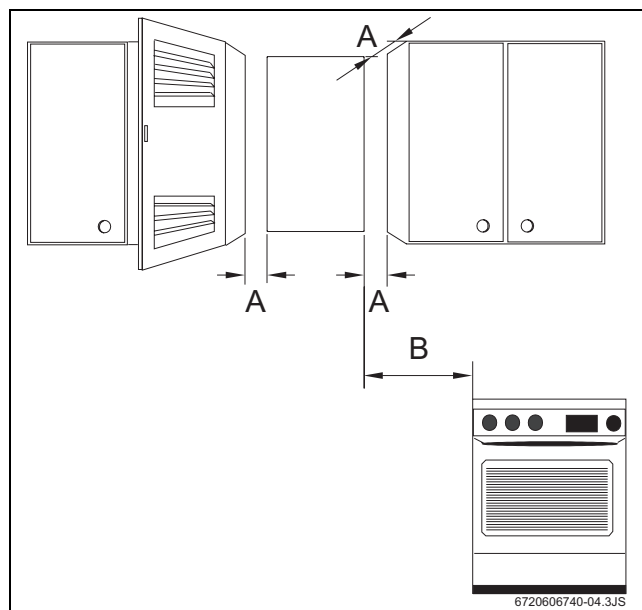

Fig. 12 Distanze minime
- ▶ Assicurare la buona accessibilità nell'apparecchio per le operazioni di manutenzione, rispettando le distanze minime indicate nella Fig. 12.